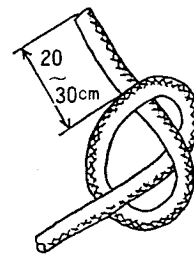

Fig 12-4
(1) 最初にスタータロープを始動ノブに通して Fig 12-4 の様に結んで下さい。